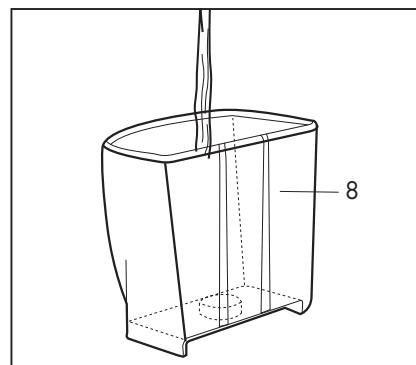

Abb. 2
- Den Behälter mit maximal 2 Liter frischem Wasser füllen. **(Abb.2)**